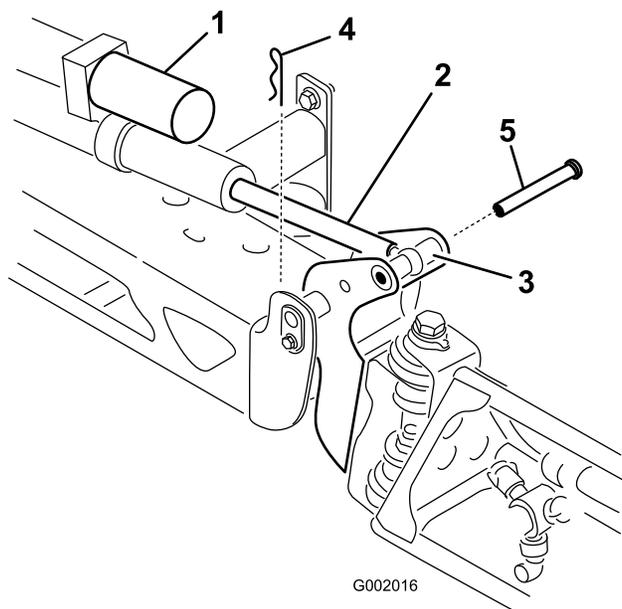

Figura 45
2. Togliete la coppiglia dal perno di articolazione (Figura 45).
il perno attraverso il perno della barra e l'asta dell'attuatore (Figura 45).
3. Sollevare la barra e togliere il perno (Figura 45). Abbassare lentamente la barra al suolo.